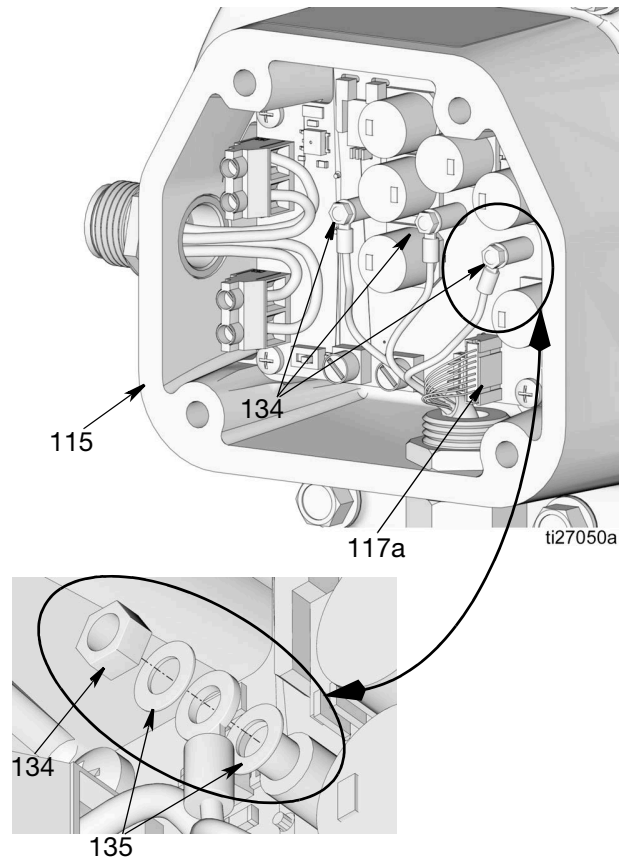

図 71
4. センサーケーブル (117a) (図 71) を接続します。